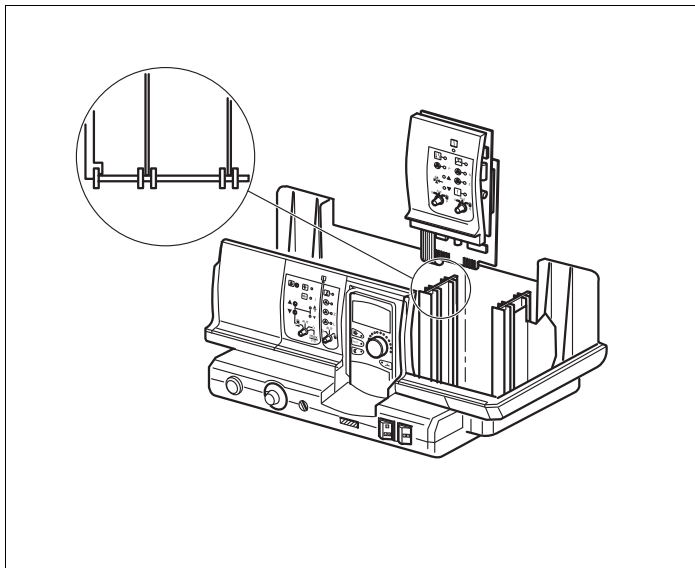

Рис. 15 Установка и демонтаж модуля
- ▶ Вставьте новый модуль до ощутимого защелкивания сверху в свободное гнездо, нажимая на планку датчиков (→ рис. 15).
- ▶ Вставьте новый модуль до ощутимого защелкивания сверху в свободное гнездо, нажимая на планку датчиков (→ рис. 15, стр. 31).